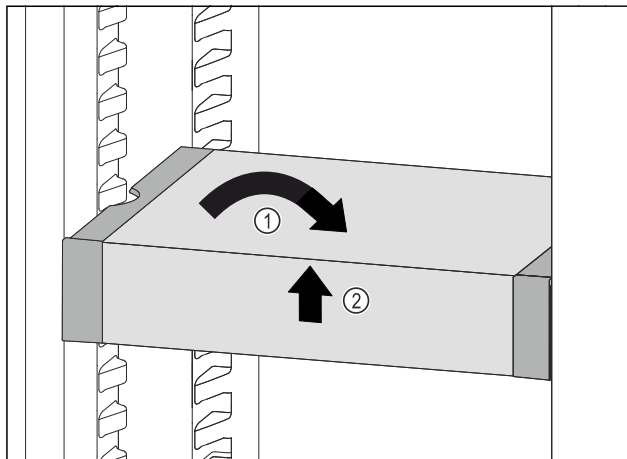

Fig. 88
- ▶ Predal VarioSafe postavite ravno. Fig. 88 (1)
- ▶ Predal VarioSafe dvignite spredaj. Fig. 88 (2)